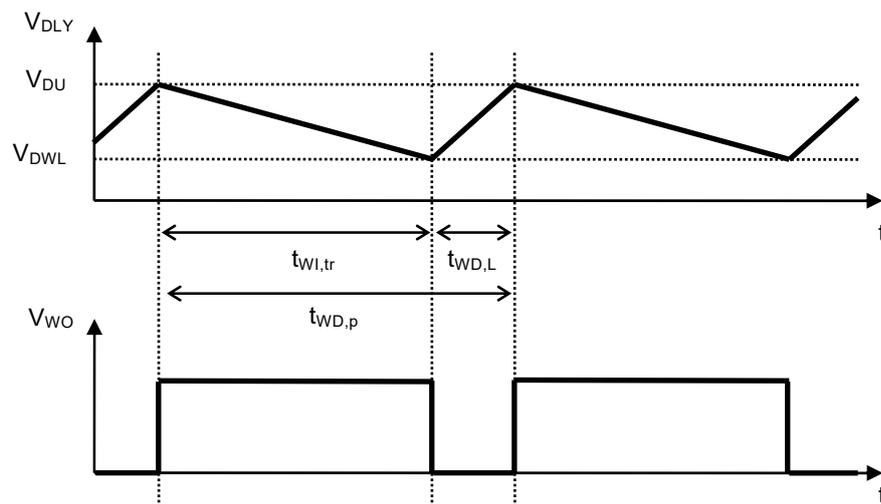

图9
*1. 看门狗定时器反复进行超时的检测时，在WO端子出现的连续矩形波的周期 (参阅图9)。可按以下的公式算出。
*2. 看门狗定时器进行超时的检测后，WO端子保持 "L" 的时间 (参阅图9)。
*3. 从看门狗定时器开始进行触发信号检测后，到检测出超时，并且WO端子输出变化为 "L" 为止的时间 (参阅图9)。此值可以通过 C_{DLY} 的电容值进行更改。